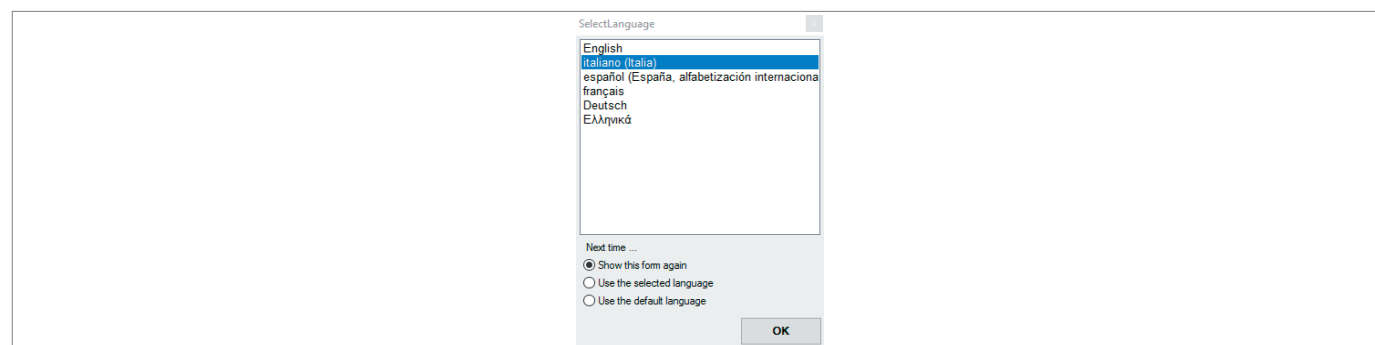

Fig. 8.29. Selección del idioma
2. Seleccione el idioma deseado (Fig. 8.29)